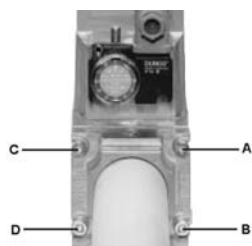

Рис. 10
1. Расслабить винты A и B, но **не снимать** их (Рис. 10 и Рис. 11)
2. Отвинтить винты C и D (Рис. 10 и Рис. 11)